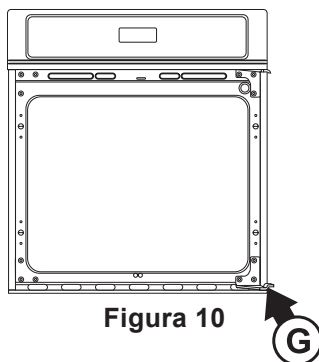

Figura 10
- 4.2.4. Desatornille y quite el pasador con rosca de la bisagra inferior izquierda (ver **G**, figura 10). Guarde el pasador con rosca para volver a montarlo luego.